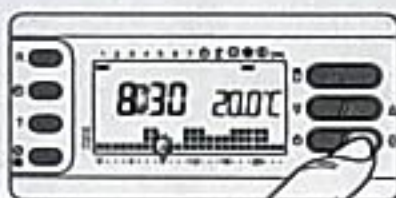

Fig. 46
- 9.4** - Per uscire dal programma JOLLY e riportare l'apparecchio in funzionamento AUTOMATICO premere nuovamente il pulsante  $\diamond$  (fig. 46). Se si desidera prenotare il programma